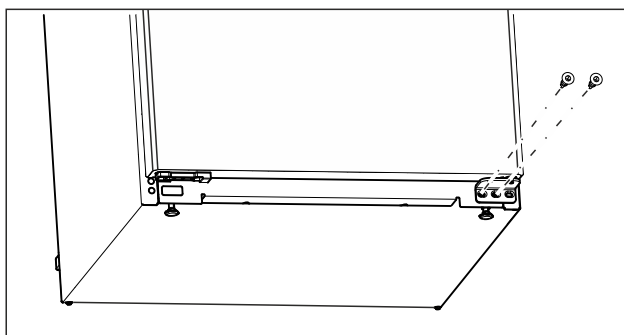

Fig. 11
- ▶ Wykręcić środkową śrubę przy dolnej płytce zawiasu śrubokrętem Torx 20. (patrz Fig. 11)
- ▶ Wykręcić wewnętrzną śrubę przy dolnej płytce zawiasu śrubokrętem Torx 20. (patrz Fig. 11)